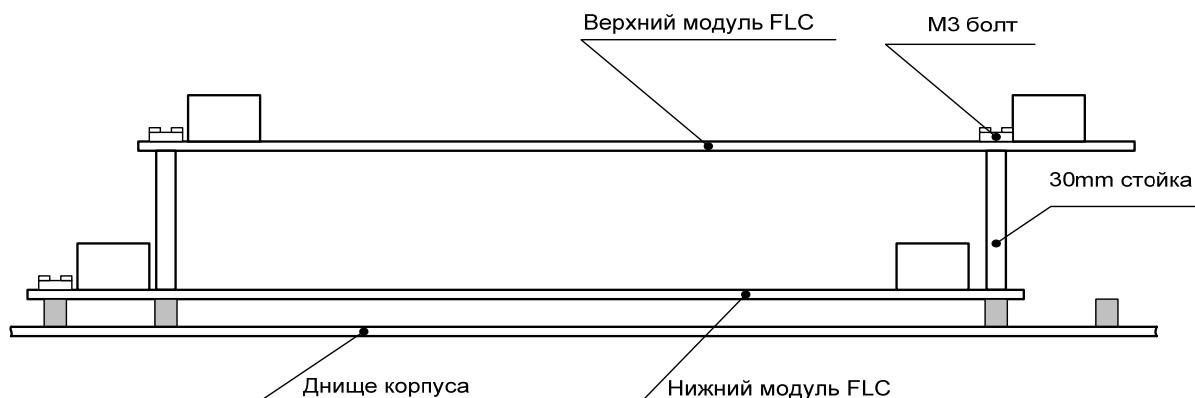

Рис.1. Монтаж дополнительного модуля в главном корпусе МСЕ
Максимум два модуля FLC могут быть смонтированы в главном корпусе MCE системы (см. Рис.1). Базовая система поставляется с одним смонтированным модулем на дне корпуса. Дополнительный модуль устанавливается на верхнем уровне в следующем порядке:
- Установить модуль на стойки со сдвигом согласно Рис.1 и закрепить винтами.